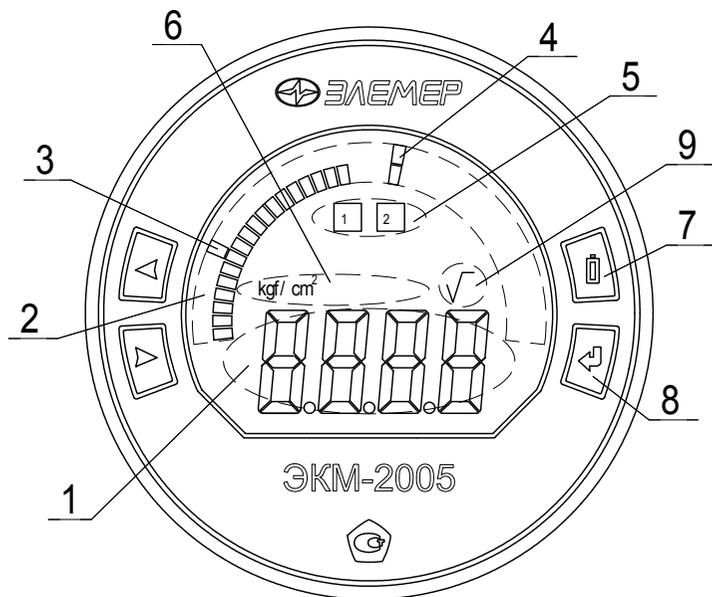

Рисунок 2.5
2.3.3 На передней панели ЭКМ расположены (см. рисунок 2.5):